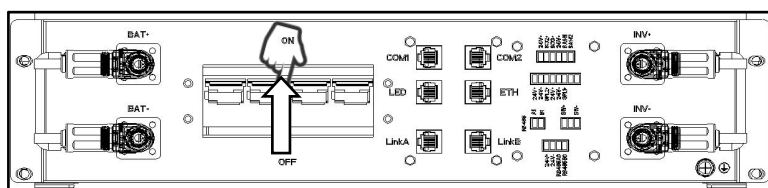

Figura 4.2.1
Paso 1: Abra la puerta frontal y coloque el interruptor de aire de la caja de control principal en la posición abierta en la dirección indicada por la flecha en la figura a continuación (Figura 4.2.1).